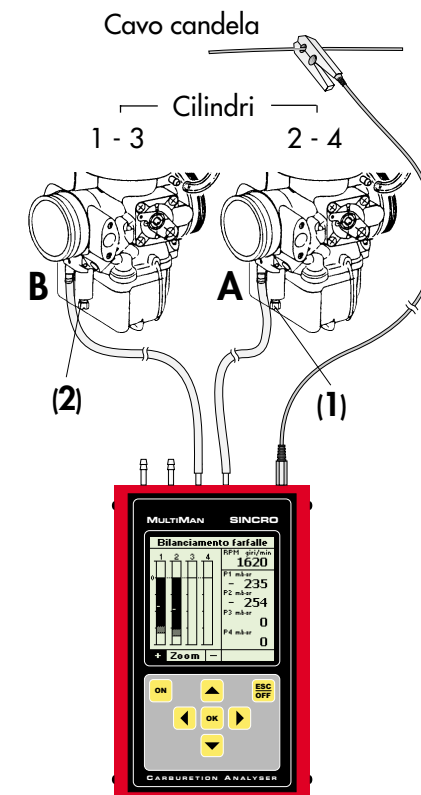

Fig. 17
- Regolare il bilanciamento dei carburatori A e B ruotando le viti di sincronizzazione (1) e (2) di Fig. 17, fino ad ottenere il minimo di giri. In senso orario la miscela impoverisce e nell'altro senso arricchisce. Ricollegare il tubo di compensazione e bilanciare ancora se necessario.
- Regolare il minimo di giri agendo sulla vite (4) per un regime compreso fra 1400 e 1600 giri/min.